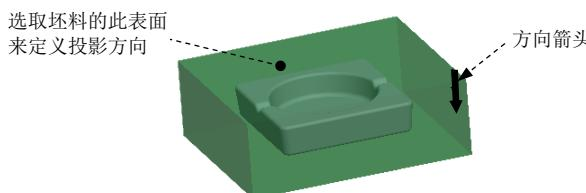

图 3.5 选取平面
Step2. 在“轮廓曲线”对话框中双击 **Direction (方向)** 元素，系统弹出“一般选取方向”菜单管理器。在系统  的提示下，选取图 3.5 所示的坯料表面；选择 **Okay (确定)** 命令，接受图 3.5 所示的图中的箭头方向为投影方向。
Step5. 定义方向。在“裙边曲面”对话框中双击 **Direction (方向)** 元素，系统弹出 **▼ GEN SEL DIR (一般选取方向)** 菜单。在系统  的提示下，选取图 3.5 所示的坯料表面；接受图 3.5 所示的箭头方向，单击 **Okay (确定)** 命令。